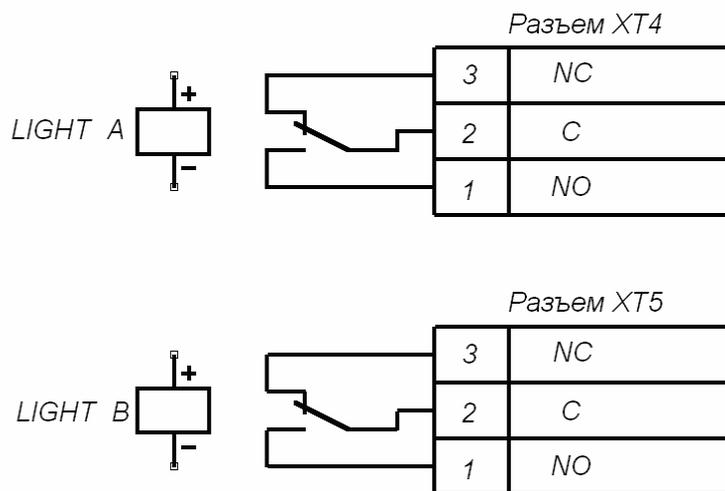

Рисунок 11. Выходные каскады для Light A и Light B
5.9.4 Выносные индикаторы подключаются на клеммные колодки **ХТ4 (*Light A*)** и **ХТ5 (*Light B*)**. При этом реле *Light A* (*Light B*) активизировано (на его обмотку подано напряжение), когда горит соответствующая данному направлению прохода зеленая стрелка на световом табло, и нормализовано (на его обмотку напряжение не подано), когда соответствующая данному направлению прохода зеленая стрелка на световом табло не горит. Факт срабатывания/отпускания реле *Light A* и *Light B* можно определить по загоранию/гашению красных индикаторов, которые установлены вблизи указанных реле (см. рисунок 5). Выходные каскады для *Light A* и *Light B* – перекидные контакты реле (см. рисунок 11) со следующими характеристиками сигналов: